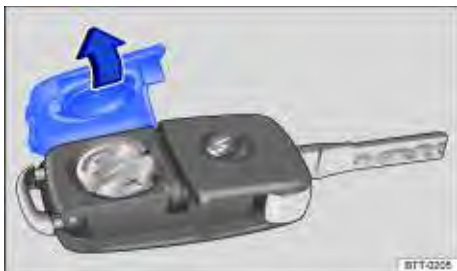

Fig. 24 Chave do veículo com comando remoto: abrir a tampa do alojamento da bateria.
A bateria encontra-se no lado posterior da chave com comando remoto, sob uma cobertura ⇒ **Fig. 24**.
- Retirar a cobertura no lado posterior da chave ⇒ **Fig. 24** no sentido da seta ⇒ .
- Posicionar a cobertura conforme indicado ⇒ **Fig. 24** e pressionar no sentido contrário ao da seta sobre a carcaça da chave do veículo até encaixar.